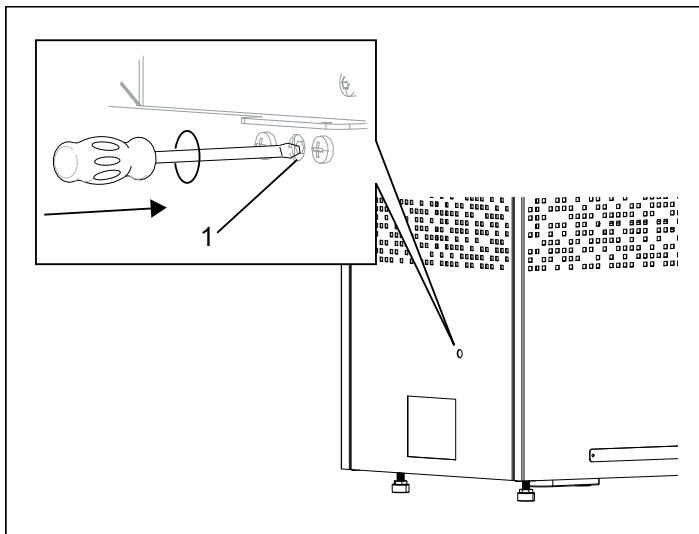

Fig 6: Återställning av temperurskyddet.
- **Aggregat** - Temperurskyddet i aggregatet är till för att skydda komponenter, rörelement samt trävirke i bastun från överhettning. På aggregatets vänstra sida (sett framifrån) finns ett hål, stick in en penna/mejsel för att komma åt återställningsknappen (se Fig 6). Om skyddet har löst ut så känns knappen stum och ett "klick" hörs vid återställning. Har inte skyddet löst ut, samt efter återställning, så fjädrar knappen.